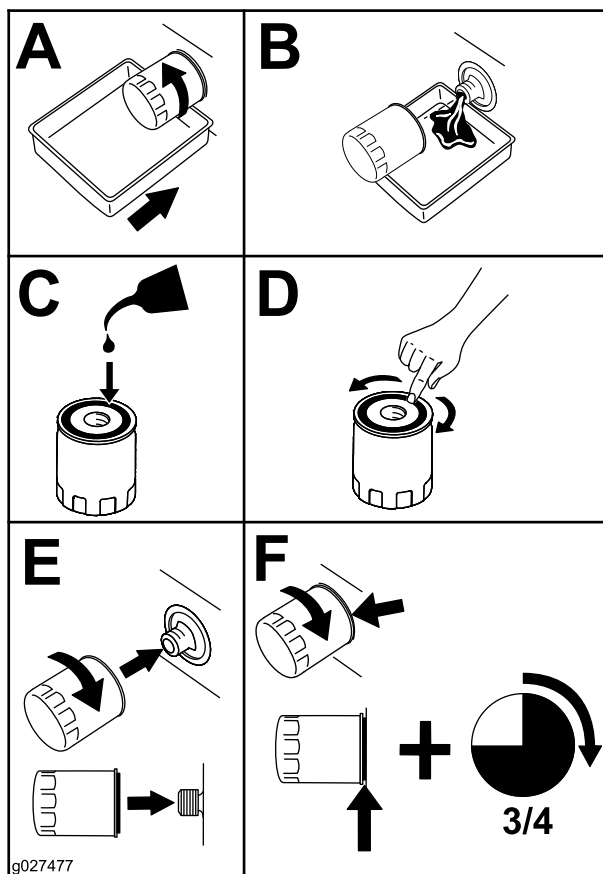

Figura 45
5. Substitua o filtro do óleo do motor (**Figura 45**).